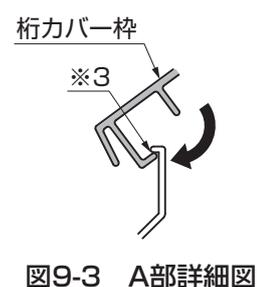

図9-3 A部詳細図
- 桁カバー枠の上部(※3)を桁に引っ掛けてはめ込んでください。(図9-3参照)